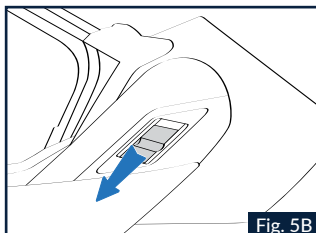

Fig. 5B
1.4 Independientemente de la posición en la que se encuentre inicialmente la pantalla, al terminar de abrir la mentonera, la pantalla permanecerá en su posición de apertura máxima. Siempre que el casco se utilice con la mentonera abierta (configuración J), se aconseja situar el cursor lateral izquierdo de bloqueo en la posición «J» para inmovilizar la mentonera en dicha posición (Fig. 5B).
Lorsque le curseur latéral gauche de blocage se trouve en position « J », la mentonnière ne peut pas être fermée, et elle reste bloquée en position ouverte (Fig.5B).